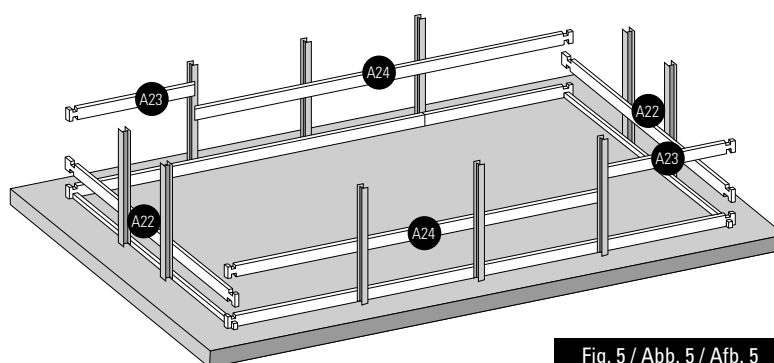

Fig. 5 / Abb. 5 / Afb. 5
- EN** **2nd LAYER OF BOARDS:** • Install the second layer of boards as shown in figure 5. • There is a wooden wedge in the structure packet to correctly assemble the boards. • Never directly hit against the boards. You would damage the pegs and would weaken the structure. Do not hit them with anything metallic. This would inevitably damage the wood. • Try to correctly assemble the boards right from the start. There should not be any space between each layer of boards to avoid maladjustment of the higher boards.
- FR** **2^{ÈME} RANGÉE DE MADRIERS :** • Positionnez les madriers de la deuxième rangée conformément à la figure 5. • De manière à emboîter correctement les madriers, une cale en bois est à votre disposition dans le colis de structure. • Ne pas taper directement sur les madriers. Cela abîmerait les languettes et nuirait à la solidité de la structure. • Ne pas frapper avec une pièce métallique. Cela détériorerait le madrier irrémédiablement. • Veillez à emboîter bien à fond les madriers dès le départ. Il ne doit pas y avoir d'espace entre chaque rangée pour éviter un décalage au niveau des madriers supérieurs.
- DE** **2. BRETTERREIHE:** • Platzieren Sie die Bretter der zweiten Reihe laut Abb. 5. • Um die Bretter richtig anbringen zu können, finden Sie einen Holzkeil im Paket des Tragwerks. • Nicht direkt auf die Bretter klopfen. Das würde die Zapfen und die Festigkeit des Tragwerks beschädigen. • Nicht mit einem Metallteil darauf klopfen. Es würde das Holz unabänderlich beschädigen. • Versuchen Sie, die Bretter von Anfang an tiefgehend ineinander zu fügen. Zwischen den Reihen darf kein Platz sein, um eine Fehlanpassung der oberen Bretter zu vermeiden.
- NL** **2^E RIJ PLANKEN:** • Plaats de planken van de tweede rij zoals aangegeven op afbeelding 5. • Om de planken correct te assembleren, zit er een houten wig in het pakket van het frame. • Sla niet direct op de planken. Daardoor gaan het profiel kapot en wordt de stevigheid van het frame ondermijnd. • Sla er niet direct op met metaal. Hierdoor raakt het hout onherstelbaar beschadigd. • Zorg ervoor dat de planken vanaf het begin stevig op elkaar aansluiten. Er mag geen ruimte tussen de rijen overblijven, om te voorkomen dat de bovenste houtdelen onregelmatig uitkomen.